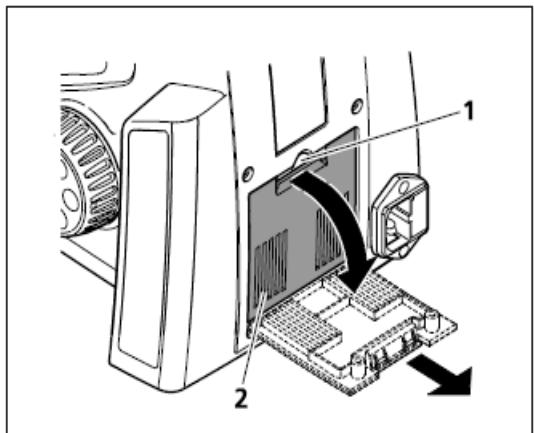
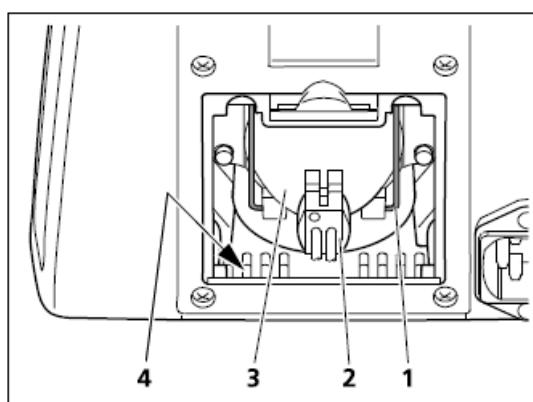

图. 3-16 拆除盖板
图. 3-17 拆除 LED 灯泡
- | 向下按下盖板(图 3-16/2)上夹爪(图 3-16/1),向下摆动盖板,从主机后滑槽(图 3-17/4)处取出盖板,放置在一边
- | 从照明系统(图 3-17/3)上拔下灯泡的连接线头(图 17/2)
- | 更换灯泡时,取出照明系统(图 3-17/3)
- | 放入盖板(图3-16/2)的下脚到主机滑槽中(图3-17/4),向上将盖板按入至夹爪卡(图3-16/1)住盖板.